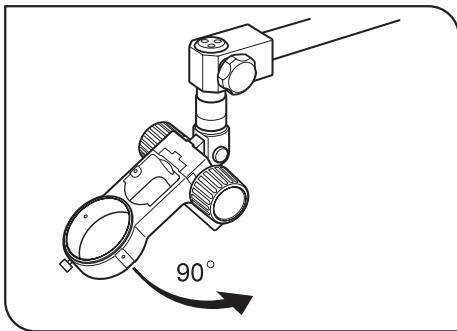

Fig. 11
6. Per modificare l'inclinazione del bonder arm, allentare la vite di regolazione dell'inclinazione. (Fig. 11)